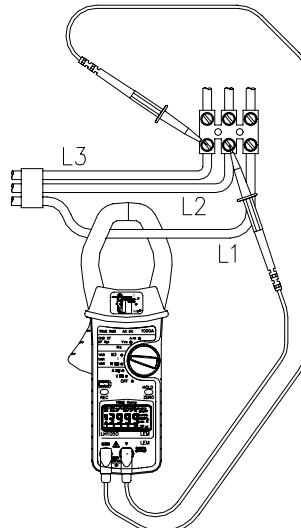

Abb. 5
- Den Zangenöffnungshebel drücken, um die Backen zu öffnen und sie, wie in Abb. 5 dargestellt, um den stromführenden Leiter Phase L1 herumzulegen.